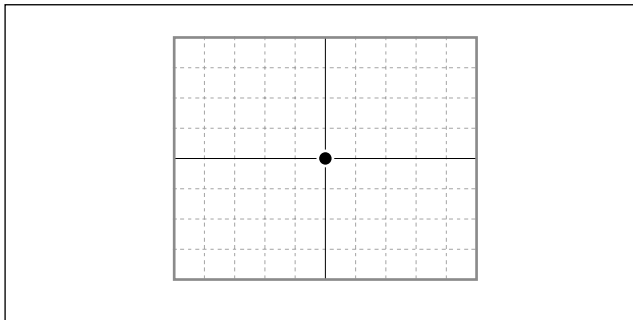

Abb. 4-3
- ③ Den Schalter TIME/DIV am Oszilloskop auf den Modus X-Y einstellen.
- ④ Die Deviationsempfindlichkeit (VOLTS/DIV) von CH1 und CH2 am Oszilloskop auf 500 mV/Teil. einstellen.
- ⑤ Die Eingangskopplungsschalter von CH1 und CH2 am Oszilloskop auf DC stellen.
- ⑥ Stellen Sie den Offset von CH1 und CH2 des Oszilloskops auf 1,3 V ein. (Abb. 4-3)